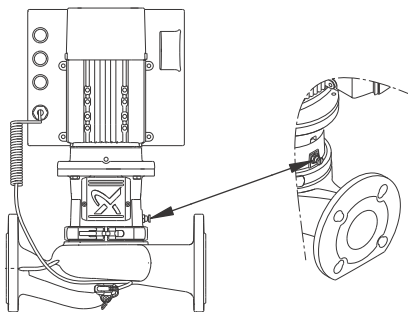

Abb. 23 Position der Entlüftungsschraube
1. Schließen Sie das Absperrventil auf der Druckseite und lösen Sie die Entlüftungsschraube in der Motorlaterne. Siehe Abb. 23.
2. Lösen Sie die Entlüftungsschraube. Siehe Abb. 23.
3. Entlüften Sie die Pumpe durch Lösen der Entlüftungsschrauben in der Motorlaterne, bis ein kontinuierlicher Flüssigkeitsstrom aus der Entlüftungsöffnung austritt. Siehe Abb. 23.